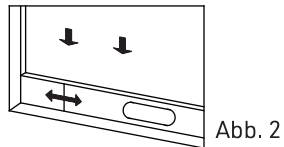
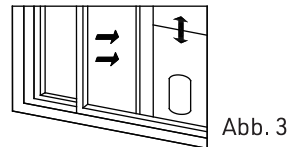

Abb. 2
Abb. 3
- 1.) Öffnen Sie das Fenster halb und montieren Sie die Fensterdichtungsplatten-Baugruppe am Fenster (wie in Abb. 2 und Abb. 3 gezeigt). Die Baugruppe kann in horizontaler und vertikaler Richtung